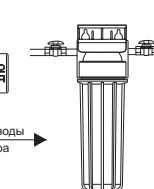

Рис. 3 Монтаж одиночного фильтра для холодной воды на водопроводной трубе.
- Закрывает запорный клапан (перед входом и на выходе) перекрывающий поступление воды (рис. 3).